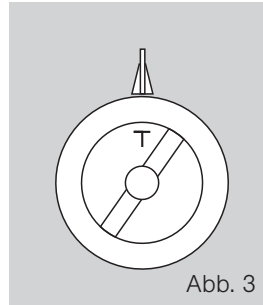

Abb. 3
**Schritt 2:** Nun wird die Mitnehmerscheibe (Abb. 3) so auf den Drehschieber-Dreikant aufgesteckt, dass das eingeprägte **T**-Symbol mit der Mischereinstellung übereinstimmt. Der eingesteckte Zeiger muss jetzt direkt in Richtung der Heizungsumwälzpumpe zeigen (Mittelstellung).